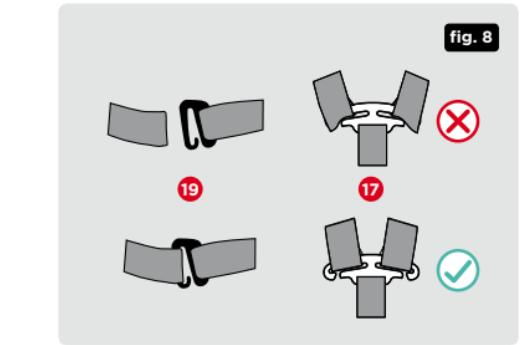

fig. 8
6. A partir da parte traseira, volte a fixar as cintas no conector do arnês (fig. 8).